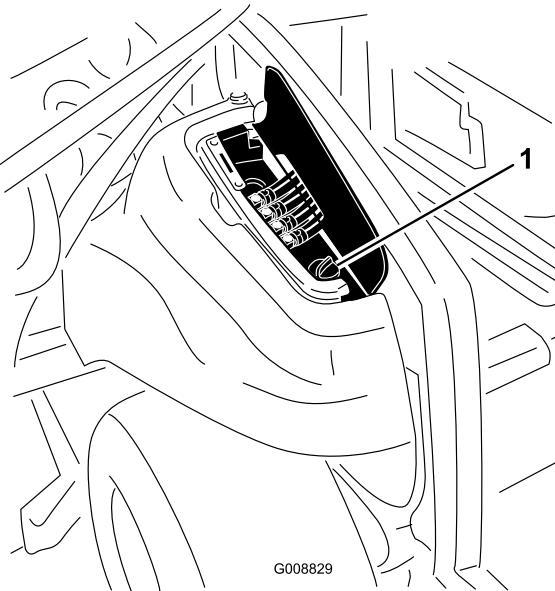

Figura 87
- En el lado derecho de la máquina, levante la tapa para tener acceso al tapón del depósito hidráulico (Figura 87).
- Limpie la zona alrededor del cuello de llenado y el tapón del depósito hidráulico (Figura 87).